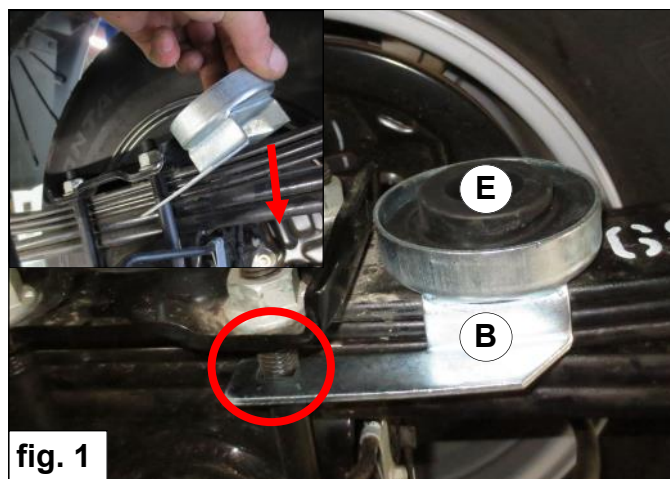

fig. 1
2. Placez le support inférieur **B** avec un mouvement de basculement sur le ressort à lame derrière l'essieu arrière. Notez que le support **B** proprement accrochée à le boulon en U. Placez caoutchouc **E** (**VR9002001**) en le support inférieur **B**. Voir Figure 1.